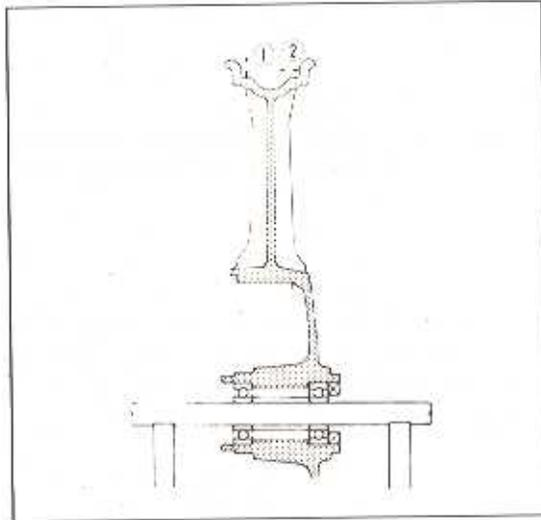

Bild 216
- Die Felgen auf einen passenden Dorn aufspannen (Bild 216).